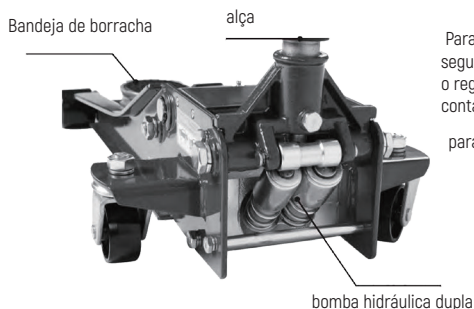

Figura 1
- 2) Insira a alça no orifício da mão (veja a Figura 1) .
- 3) Gire a alça no sentido anti-horário (veja a Figura 1) e abra a válvula de retorno de óleo.